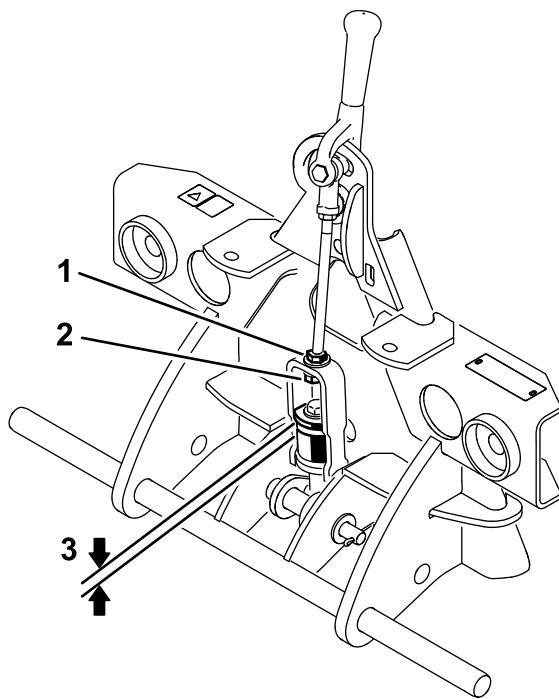

図 4
- 図4に示すように、上面のワッシャからアタッチメントアダプタのリンクアセンブリのスペーサまでの距離を測る。